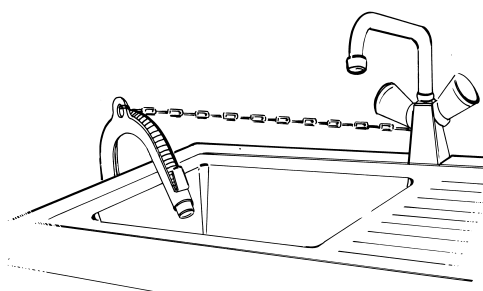

Fig. 2
2. Collegare il tubo flessibile di scarico al sifone oppure agganciarlo al bordo di un lavabo o di un lavello con il gomito (Fig. 2). I lavandini normali non sono adatti allo scopo.
Sistemare il tubo flessibile di scarico evitando pieghe e strozzature, e fissarlo in modo che non cada durante il funzionamento della lavatrice (Fig. 2).